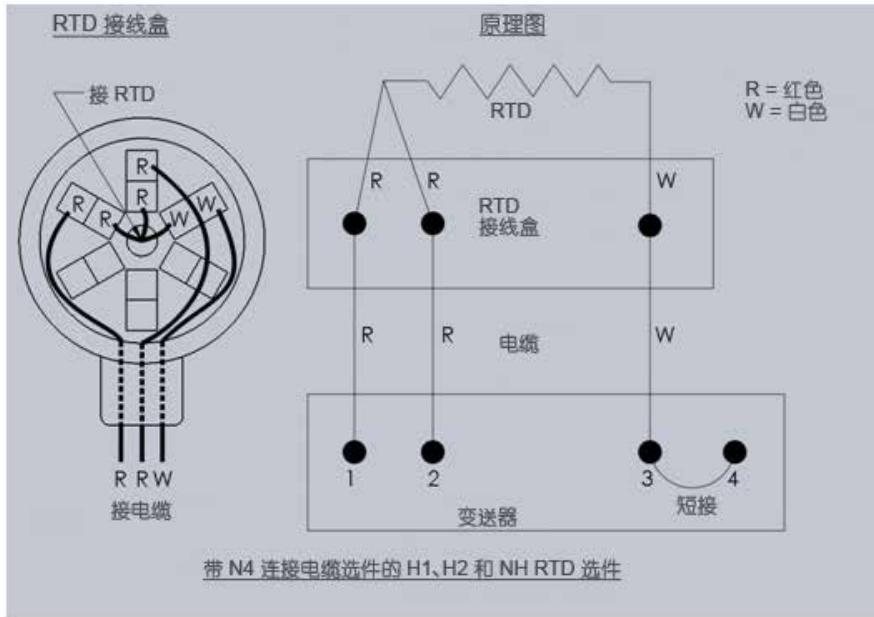

图 8：带 N4 电缆的 H1、H2 和 NH RTD
- 如果提供有电缆, 将电缆连接到接线盒并连接好电线, 红线接红线, 红线接红线, 白线接白线 (参见图 8、9 和 10)。从底部剪断漏电引出线 (未绝缘)。R (常规探头)、P (并联探头) 及 T (内置隔离阀) 接头通常不提供电缆。